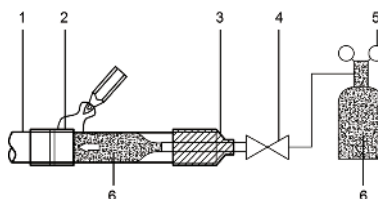

Рис. 6.4
- Когда во время пайки трубопровод зполнен азотом, давление азота необходимо снизить до 0,02 МПа с помощью редукционного вентиля для снижения давления. См. рисунок 6.4.